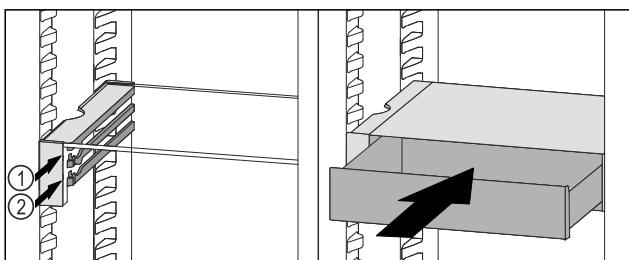

Fig. 100
- Predal VarioSafe namestite za zaustavljalnimi elementi na želeni nastavek Fig. 100 (1) ali Fig. 100 (2).